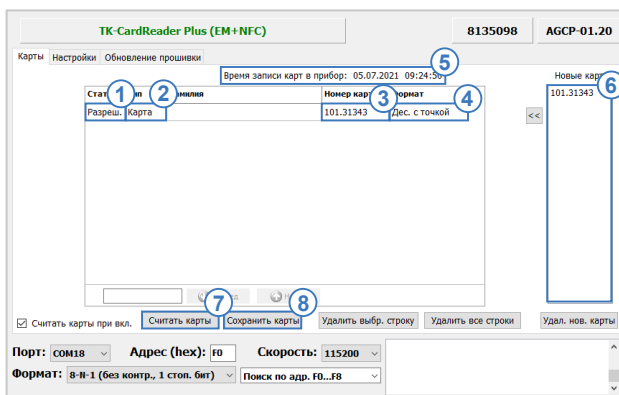

Рис.17. Вкладка «Карты»
**1. Вручную.** Для этого необходимо в пустой строке таблицы (на вкладке «Карты») нажать клавишу Enter. Некоторые поля таблицы будут заполнены значениями по умолчанию. Далее необходимо ввести в поле «Номер карты» списка (Рис.17, п.3) идентификатор нужной карты и заполнить следующие поля таблицы:
- **«Статус»** карты: разрешен или запрещен. Если считан номер карты, имеющий статус «Запрещен», то эта карта игнорируется (Рис.17, п.1);
- **«Тип»** позволяет выбрать особенность идентификации: разовым контактом - **«Брелок»** или длительным удержанием (установкой в держатель карты) при условии выбора - **«Карта»** (Рис.17, п.2).
- **«Формат»** отображения номера карты. Доступны следующие настройки: «Десятичный», «Шестнадцатеричный», «Десятичный с точкой» (Рис.17, п.4);
После ввода всей необходимой информации о карте для записи ее в считыватель необходимо нажать кнопку «Сохранить карты». Далее в любой момент при нажатии на кнопку «Считать карты» сверху таблицы будет показана дата и время последней записи (Рис.17, п.5).
Для записи измененного списка карт в считыватель, нажмите кнопку «Сохранить карты» (Рис.17, п.7).